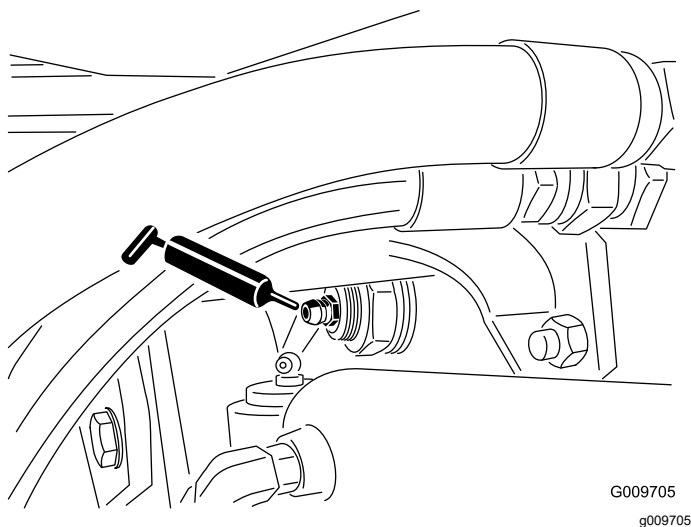

Рисунок 34
- Втулки шарниров заднего моста (2 шт.), как показано на Рисунок 34